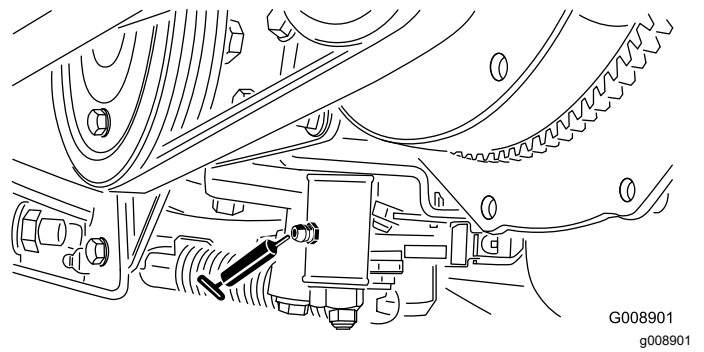

Bild 40
- Neutraleinstellungsmechanismus (**Bild 40**)